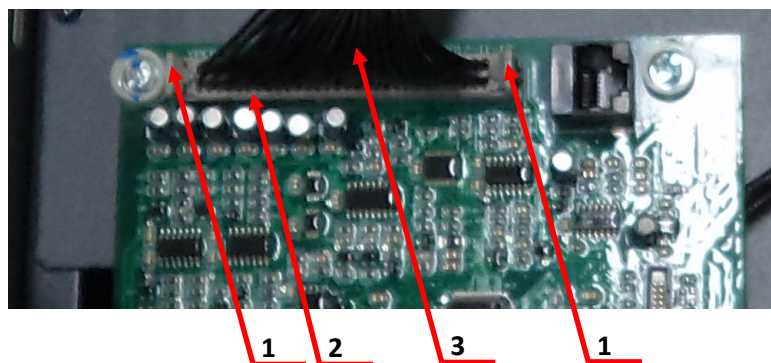

Рис.7.31
- 7.10.2. Присоединить разъём шлейфа платы ЦП поз.3 к разъёму платы ЦП поз.2 (рисунок 7.31). При правильном присоединении, защёлки поз.1, разъёма платы ЦП, должны принять вертикальное положение.